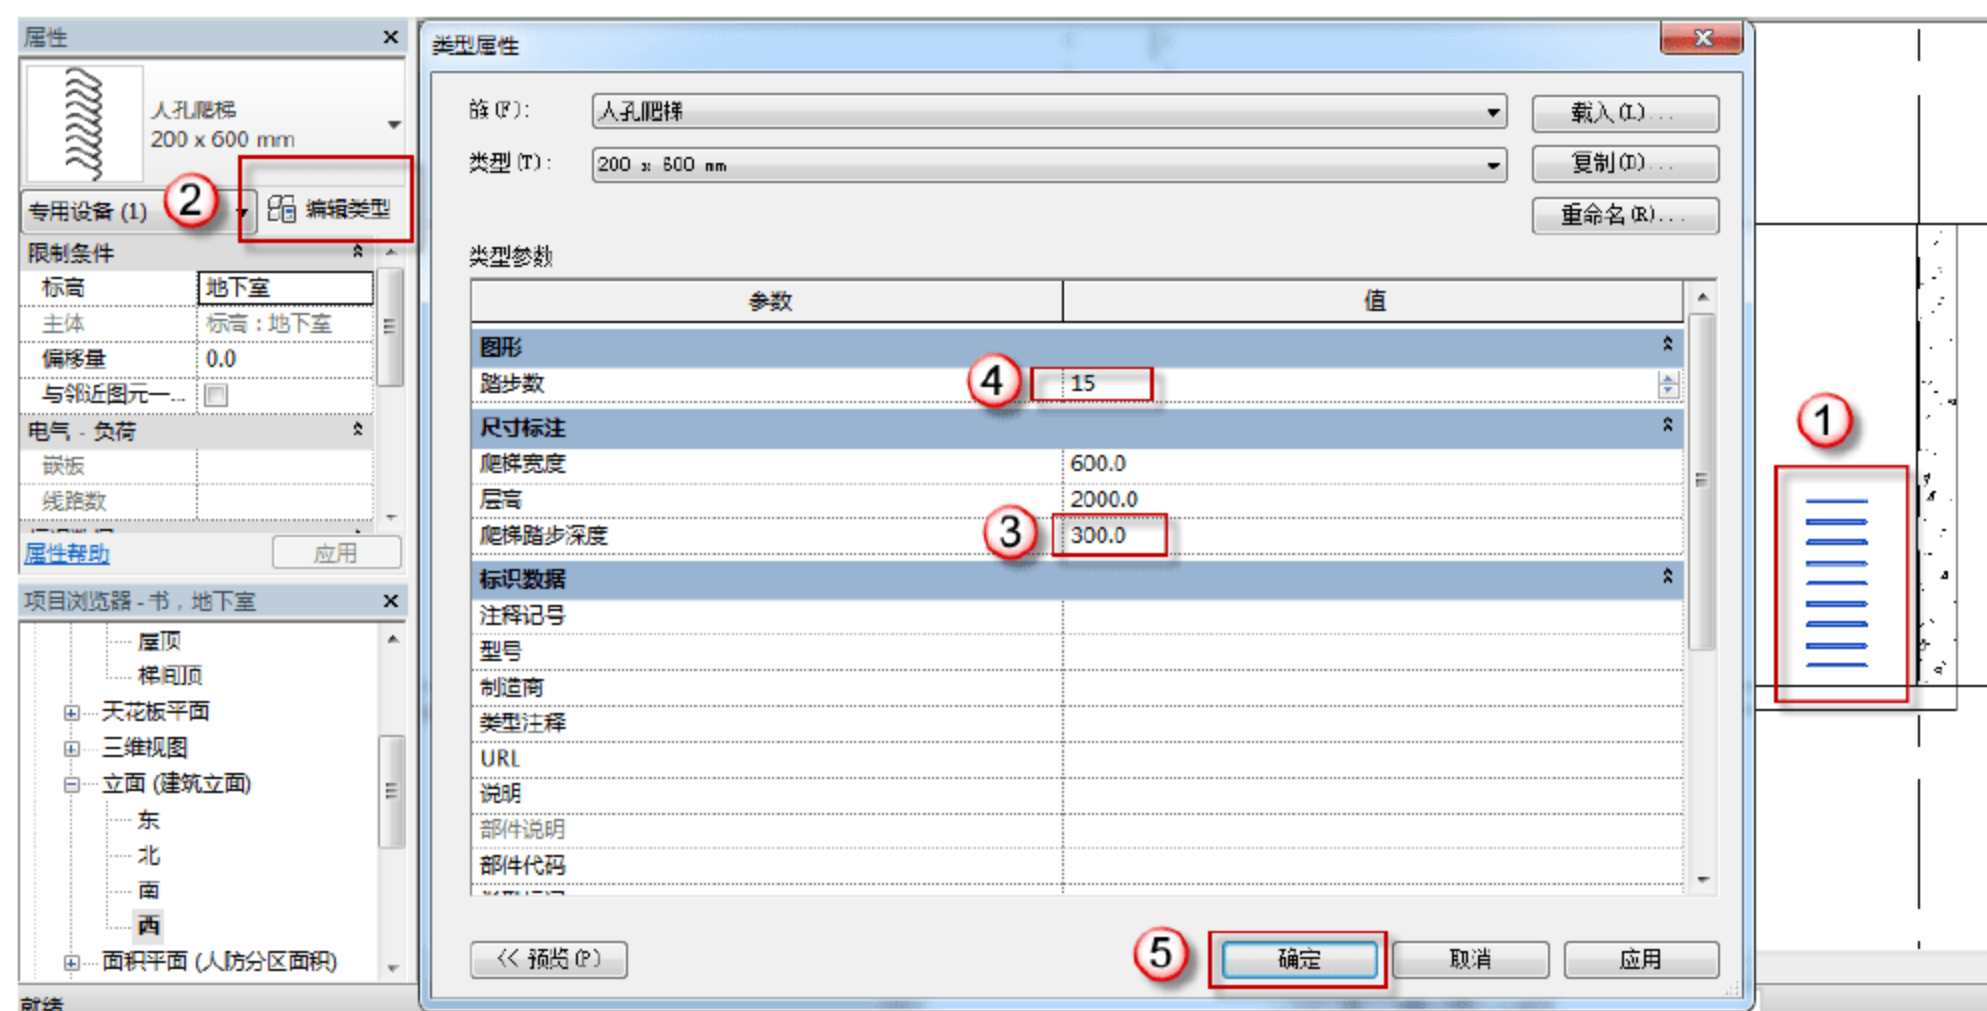

图 9.3.48 编辑“人孔爬梯”参数
(6) 编辑“人孔爬梯”参数。进入西立面，选择人孔爬梯，在“属性”面板中单击“编辑类型”按钮，弹出“类型属性”对话框，将类型参数下的“爬梯踏步深度”改成“300”，将“踏步数”改为“15”，单击“确定”按钮，如图 9.3.48 所示。